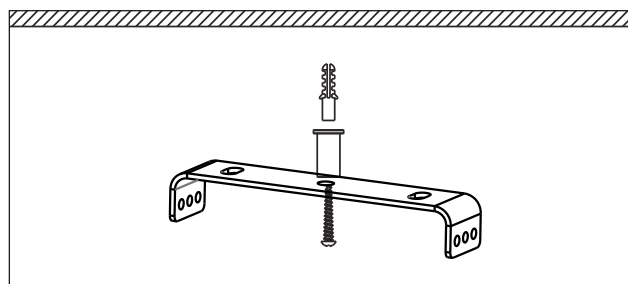

Abb. 8
1. Montieren Sie die Hngeplatte mit dem mitgelieferten Montagmaterial an der Decke (Abb. 8).